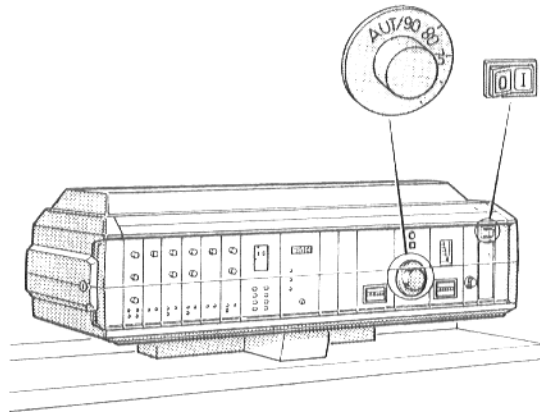

Fig. 30
- Porre l'interruttore di esercizio (Fig. 30) in posizione I (EIN = INSERITO).
- Tarare il regolatore di temperatura acqua di caldaia (Fig. 30) alla temperatura desiderata. Per le regolazioni *Ecomatic* posizionare il regolatore su "AUT".